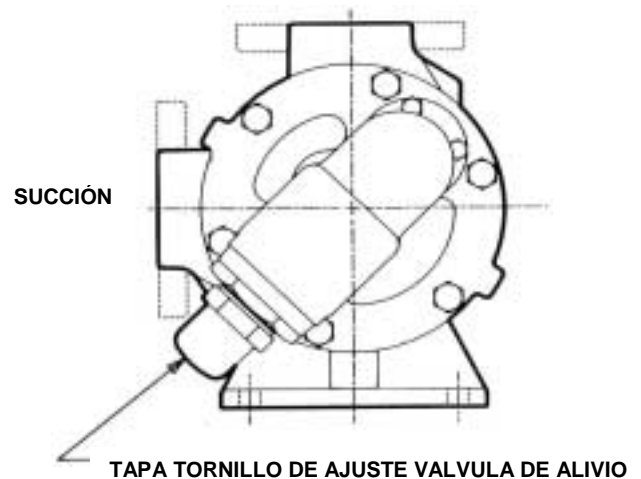

FIGURA 3
3. El tornillo de ajuste de la válvula de alivio debe apuntar siempre hacia el lado de succión de la bomba. Si se invierte la rotación de la bomba, retire la válvula de alivio y gire hacia el final para terminar. (ver , en primer lugar, Rotación de Bomba en la página 10 referente a los pasos adicionales necesarios para su funcionamiento adecuado **Ver Figura 3.**